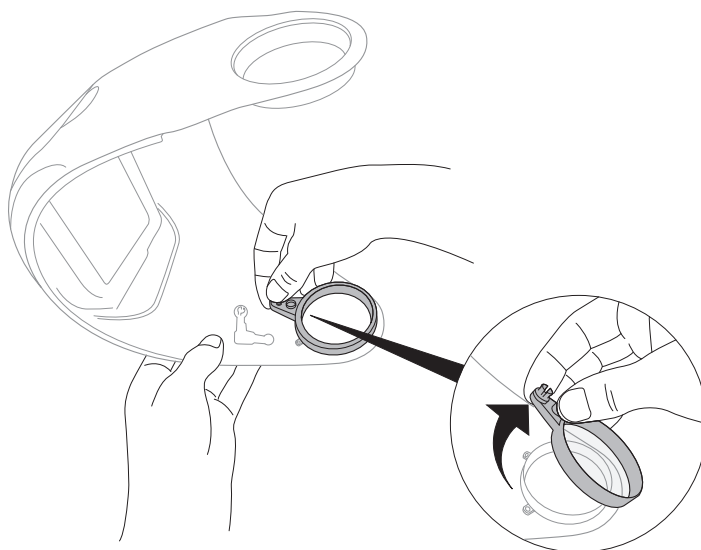

Fig. 26a
- b. Saisir la bague de pivot par son pivot et l'enlever de son logement circulaire. De petites rainures permettent de maintenir la bague en place, donc une certaine pression vers le haut peut s'avérer nécessaire (Fig. 26a).